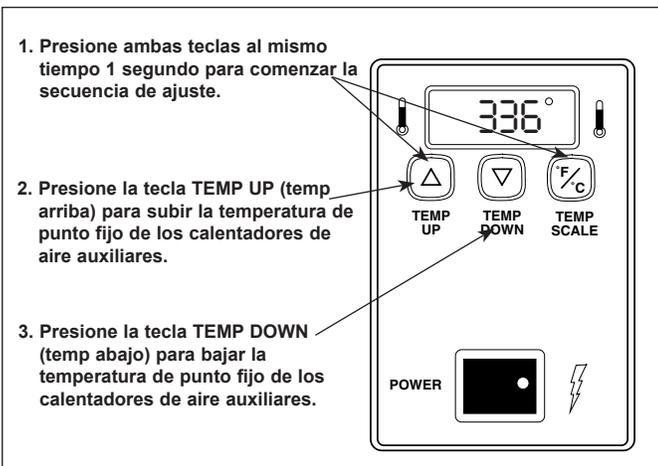

Figura 6. Ajuste de la temperatura de punto fijo de los calentadores de aire auxiliares
2. Presione y mantenga así más de un segundo ambos botones TEMP UP (temp arriba) y TEMP SCALE (escala de temp) hasta que en la pantalla destelle la temperatura de punto fijo, luego suéltelos (Figura 6).